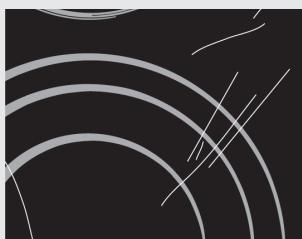

рис.1
**Каждый раз перед использованием** протирайте со стеклокерамической поверхности и дна посуды пыль и грязь, которые могут поцарапать поверхность (рис. 1).
Для очистки варочной поверхности нельзя использовать агрессивные чистящие спреи и неподходящие жидкые чистящие средства (рис. 1 и 2).